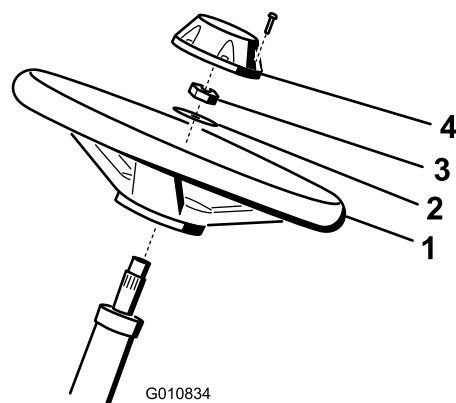

図 3
- ハンドルをステアリングシャフトにはめ込む 図 3。
- ワッシャをステアリングシャフトにはめ込む 図 3。
- ジャムナットでハンドルを固定し、 $2735\text{N}\cdot\text{m}$  /  $2.83.6\text{kg}\cdot\text{m}$  /  $2026\text{ft}\cdot\text{lb}$  にトルク締めする 図 3。
- キャップを取り付け、ねじで固定する 図 3。